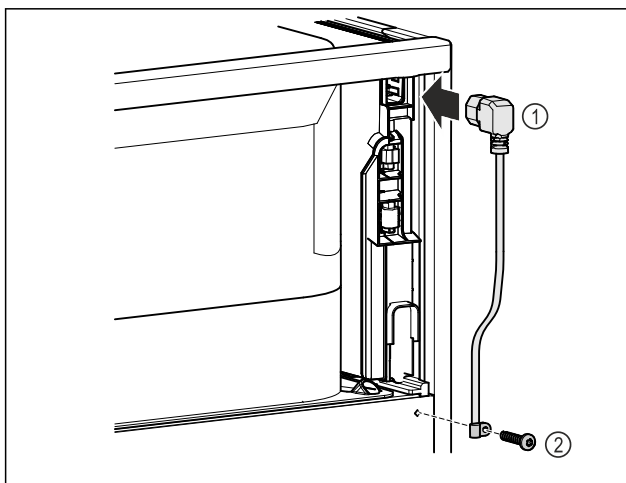

Fig. 8
- Kaltgerätebuchse der Netzanschlussleitung Fig. 8 (1) auf der Rückseite des Gerätes einstecken.
- Zugentlastung montieren. Fig. 8 (2)